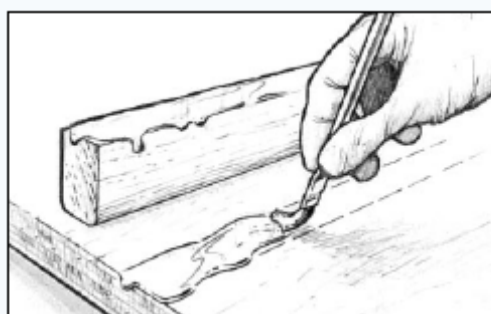

Рис. 9. Нанесите смесь полимера/отвердителя на склеиваемые поверхности.
1. Нанесите смесь смолы и отвердителя на склеиваемые поверхности (Рисунок 9). Это этап называется “пропиткой” или “грунтовкой” склеиваемых поверхностей. Эпоксидная смола наносится с помощью одноразовой кисти (при работе на узких или труднодоступных участках); большие участки лучше пропитывать поролоновым валиком, или распределять смолу по поверхности пластиковым шпателем. Можете сразу же переходить ко второму этапу, или до того момента, когда пропиточный слой перестанет быть липким.